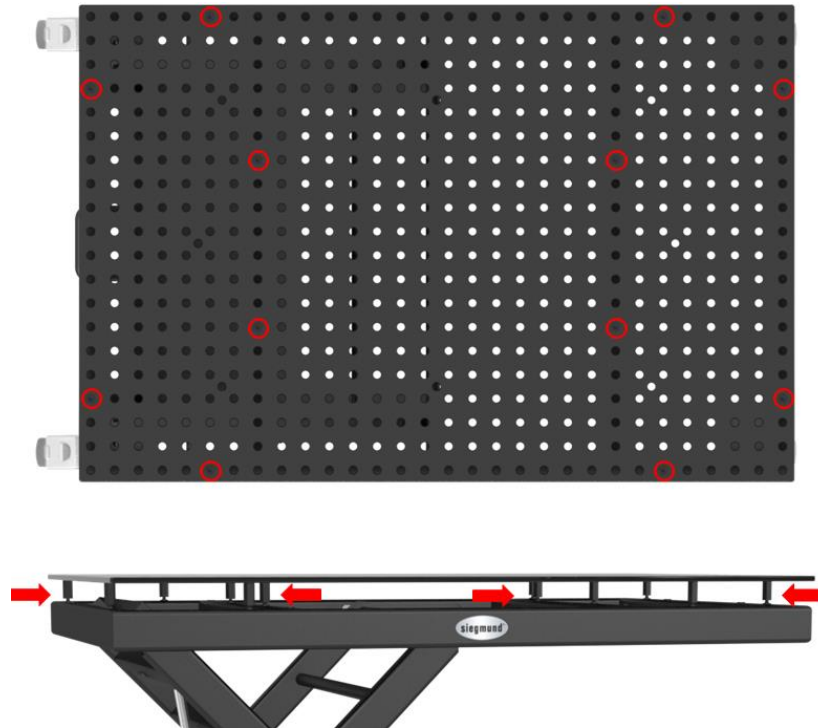

Abb. 2 Schrauben/Befestigungspunkte der Lochplatte am Hubtisch
- Wenn sich die Lochplatte unmittelbar über den Justierschrauben befindet, an denen sie befestigt wird (Befestigungspunkte Abb. 2), ggf. per Hand in die exakte Position ziehen.
- Montageschrauben auf den Justierschrauben befestigen, siehe Pfeile in Abb. 2.
- alle Montageschrauben lösen, mit denen die Lochplatte auf den Justierschrauben befestigt ist, siehe Markierungen in Abb. 2